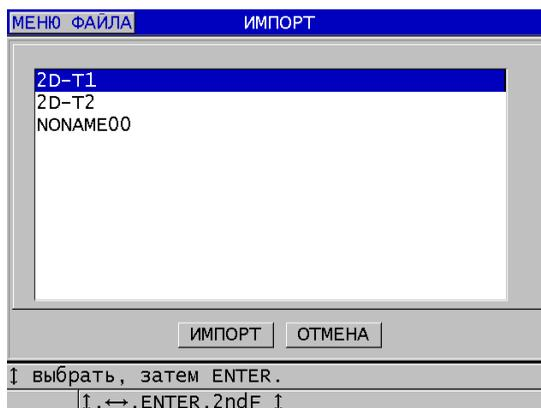

Рис. 14-6 Окно ИМПОРТ
6. В окне **ИМПОРТ** (см. Рис. 14-6 на стр. 281):